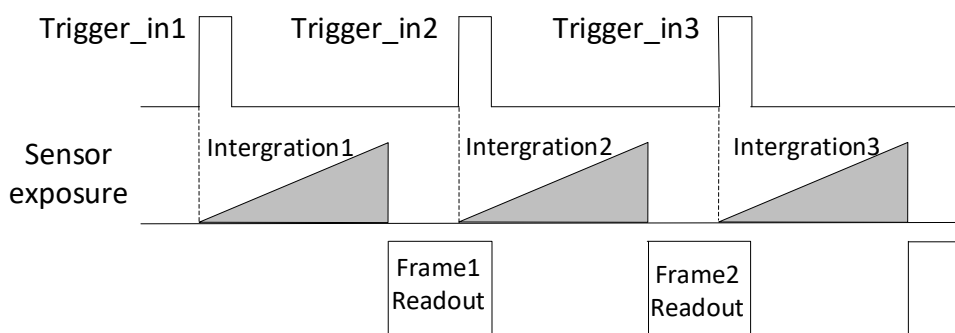

图4-17 第2帧正常处理时序
- 若第2个触发信号第1帧图像的曝光结束时间不早于相机当前第1个触发信号最后1帧的出图时间，则第2个触发信号第1帧图像正常出图，如图4-17所示。